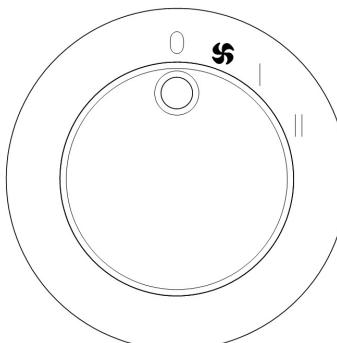

fig. 2
- Assicurarsi che il riferimento "I" della manopola "B" (fig. 1) sia allineato al simbolo "○" presente sul pannello comandi (fig.2).
- Ensure that the reference mark "I" on knob "B" (fig. 1) is aligned with the "○" symbol on the control panel (fig. 2).
- S'assurer que la référence "I" de la molette "B" (fig. 1) est alignée sur le symbole "○" présent sur le pupitre de commande (fig. 2).